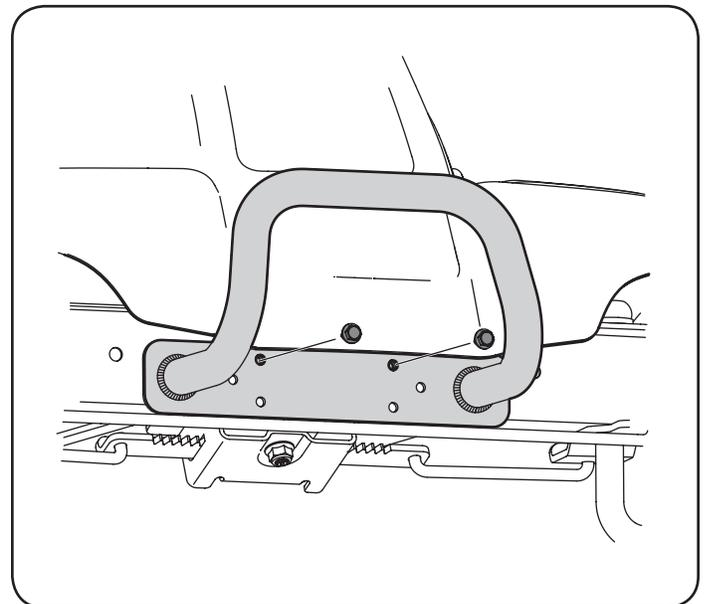

Figura 11
**Nota:** Algunos tractores vienen equipados con un paragolpes instalado. Se puede conservar el paragolpes para usos posteriores en caso que se extraiga la embolsadora. Consulte la Figura 11.